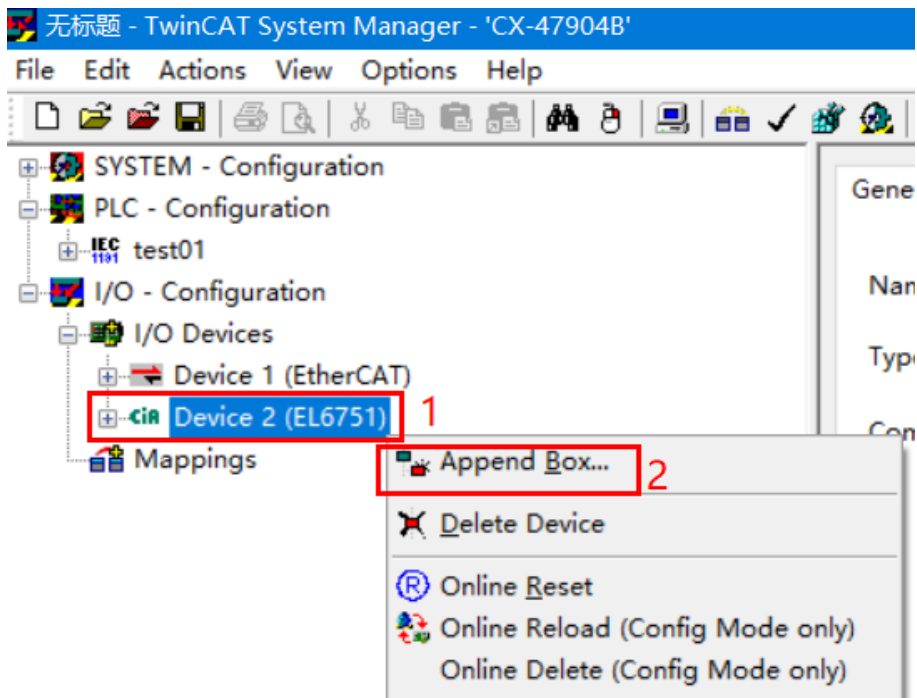

图 3.9 添加 CANopen 从站设备步骤
5) 添加 CANopen 从站设备，右击【Device (EL6751)】→ 点击【Append Box...】，如图 3.9 所示步骤添加 CANopen 从站设备；